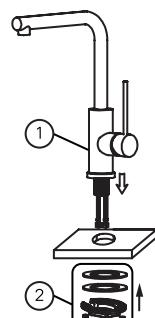

Рис. 3
- Пропустите гибкую подводку в отверстие в столешнице. Закрепите смеситель на рабочей поверхности, используя входящий в комплект набор крепежа (рис. 3).
- Run the hoses through the hole in a counter top. Fix the faucet on a counter with an included set of fasteners. (fig. 3).